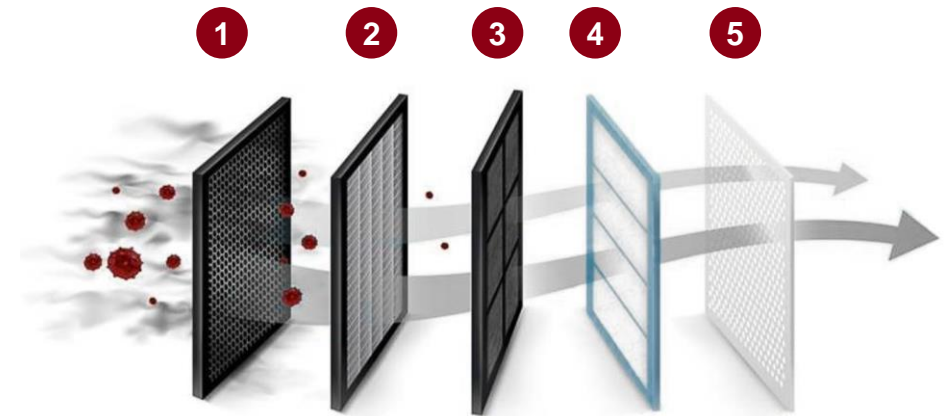

Bild 1: 5 stufiges Filtersystem (schematisch)
■ 5-stufiges Filtersystem (Bild 1)